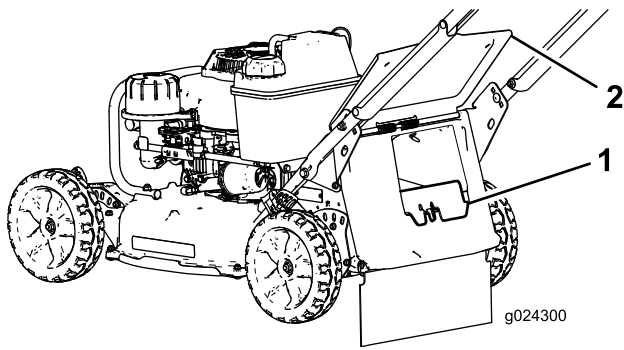

Figura 19
- Si el tapón de descarga trasera no está instalado, sujételo por el asa, eleve la puerta trasera e introdúzcalo en el conducto de descarga trasera hasta que el enganche encaje en su sitio (Figura 19).
3. Retire el tapón de descarga trasera presionando el enganche hacia dentro con el dedo pulgar y extrayendo el tapón de la máquina (Figura 19).